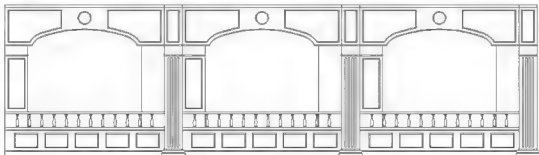

图 5.71 删除多余的装饰柱
(2) 将最左边的装饰柱删除, 并用【延伸】、【修剪】等命令修改图形左边缘, 结果如图 5.71 所示。